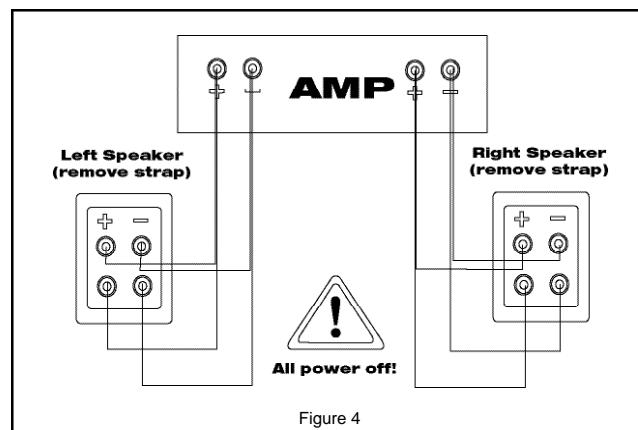

Figure 4
**Bi-Wiring.** Beim Bi-Wiring werden separate Kabel von den Ausgangsterminals des Verstärkers oder Receivers mit den Lautsprecheranschlussterminals des Hochtöners und des Basslautsprechers (Abbildung 4) verbunden. Dies führt zu einem geringeren elektrischen Widerstand zwischen dem Verstärker und dem Lautsprecher, als dies bei der Verbindung mit einem einzelnen Kabel gleichen gleichen Querschnitts Drahtstärke der Falls wäre. In manchen Fällen ist das Bi-Wiring der Verwendung eines einzelnen Kabels mit größerem Querschnittniedrigerem Gauge-Wert vorzuziehen, das dicker und wahrscheinlich weniger biegsmal wäre.